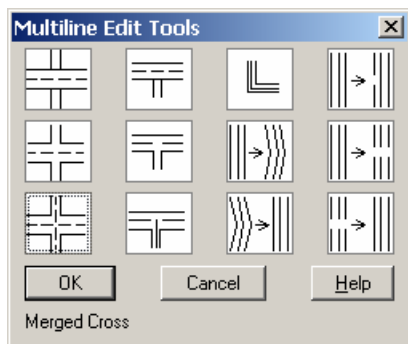
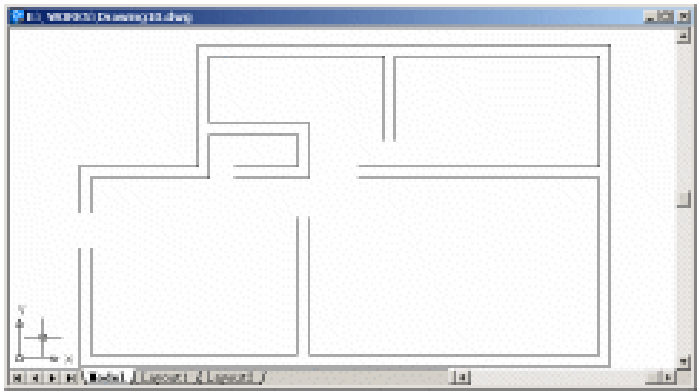

图 10.3 Multiline Edit Tools (多义线编辑工具) 对话框
图 10.4 编辑复合线
(2) 选择【Modify】|【Object】|【Multiline】命令, 弹出如图 10.3 所示 Multiline Edit Tools (多义线编辑工具) 对话框。在对话框中选中一种相交过渡模式, 编辑不同的复合线的交点。编辑完成后, 按回车键, 退出相应操作, 结果如图 10.4 所示。